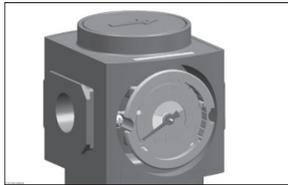
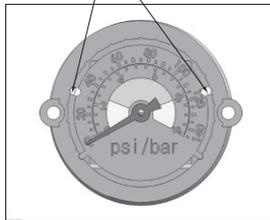

Abbildung 5 (2000er-Serie abgebildet)
Abbildung 6 (2000er-Serie abgebildet)
3. Sobald das integrierte Messgerät freiliegt, stellen Sie die Druckbereichsanzeigen ein, indem Sie die gelben Zeiger vorsichtig in die Mitte des Messgeräts drücken und dabei in die gewünschte Richtung drehen (siehe Abbildung 5 und Abbildung 6). Sowohl der obere als auch der untere Grenzwertzeiger können eingestellt werden.